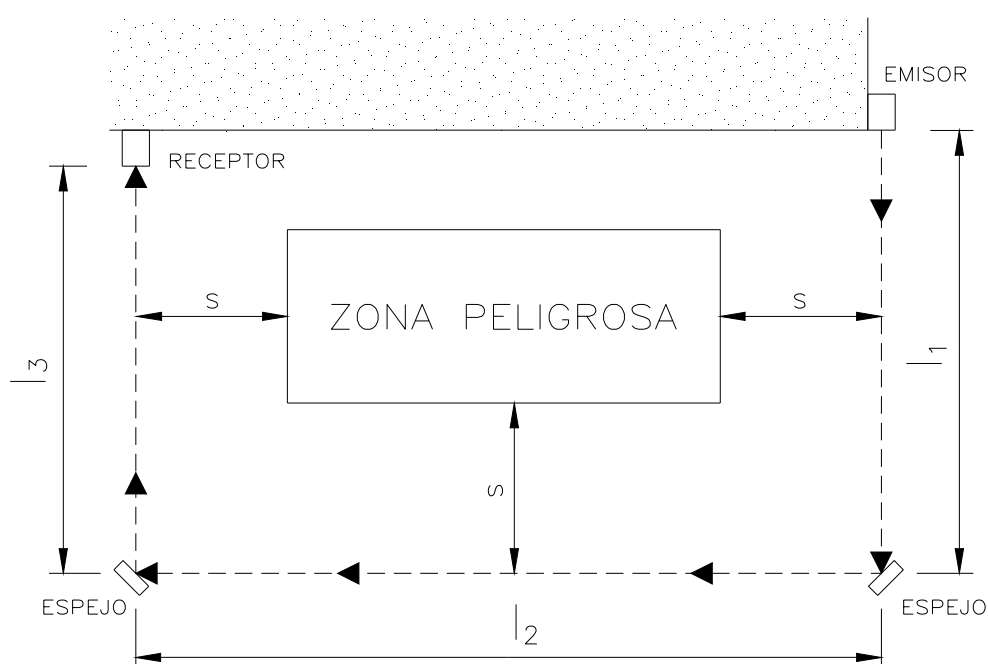

Figura 14
- Posicionar los espejos de modo que la mínima distancia de seguridad S (figura 14) sea respetada en cada uno de los lados de acceso a la zona peligrosa.